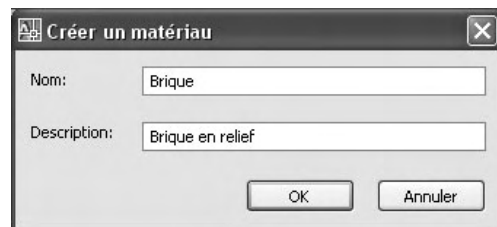

Fig.9.44
- 7 Dans la boîte de dialogue **Créer un matériau** (Create New Material), entrez un nom et une description (fig.9.44).